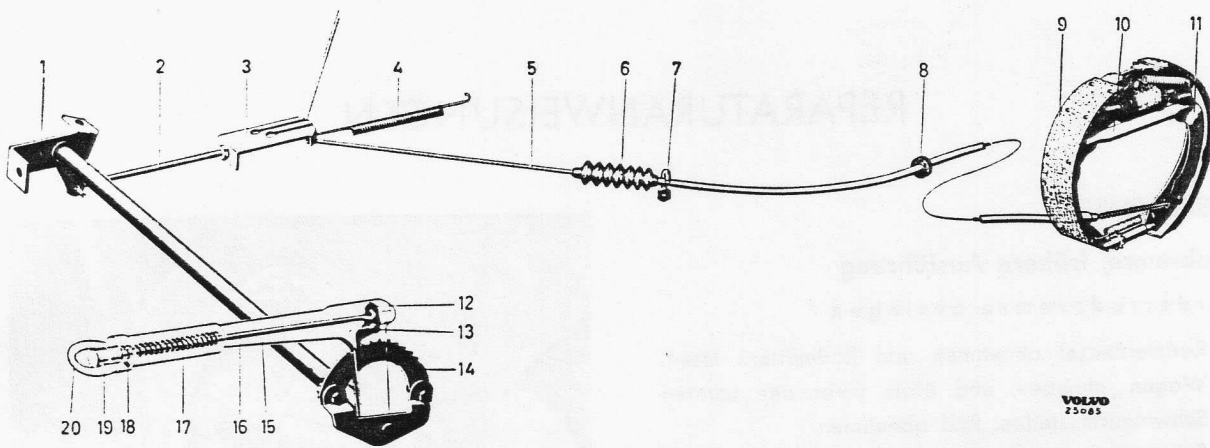

Bild 7-12. Handbremssystem
Die Handbremse ist am Boden neben dem Fahrersitz angebracht. Die Bewegung des Handbremshebels wird über eine Welle, Hebel und Zugstange zur Lasche (3. Bild 7-12) übertragen. Von dort wird die Bewegung durch den Handbremsseilzug (5) zum Hinterradbremshebel (11) übertragen. Das Oberteil dieses Hebels ist an der hinteren Bremsbacke befestigt. Wenn der Hebel nach vorn gezogen wird, werden die Bremsbacken durch die Lasche (10) nach aussen gedrückt und die Handbremse ist angezogen.